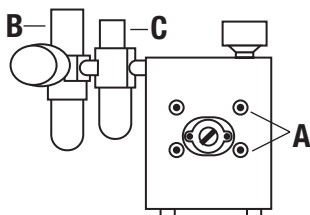

Fig. 1 Vue de face de l'entraînement
2. Installez le manomètre, le régulateur de pression/graisseur/filtre (B, C) et le silencieux (D). Voir les Figures 1 et 2 pour les orientations appropriées. (Tous les articles et accessoires sont inclus.) Assurez-vous d'utiliser un joint fileté pour tous les raccords afin de réduire les risques de fuites d'air.